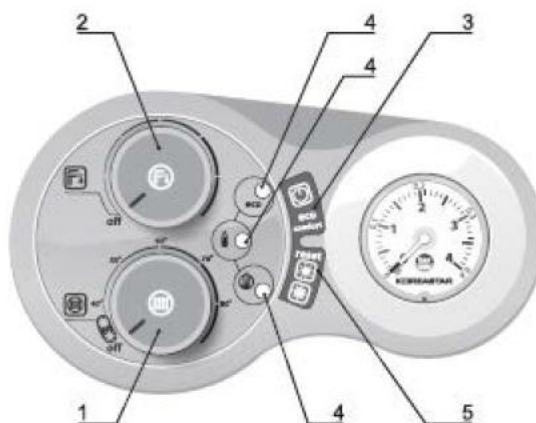

Рис. 3. Общий вид панели управления
- Нажмите кнопку включения (см. рис. 3 поз. 3) и удерживайте ее, пока котел не включится;
Если на панели управления отобразится ошибка (см. разд. 5.3), нажмите кнопку RESET («Сброс») (см. рис. 3 поз. 5) или устраните причины, вызывающие возникновение ошибки. В следующие 30 секунд система повторит цикл розжига.
- Поверните на минимум обе ручки (см. рис. 3, поз. 1 и 2).
- Нажмите и удерживайте в течение 5 секунд кнопку выключения котла  (см. рис. 3 поз. 3);
С помощью ручки регулировки ОВ (см. рис. 3, поз. 1) можно изменить температуру с минимальной 30 °С до максимальной 90 °С. Не рекомендуется настраивать котёл на работу при температуре ниже 45 °С.
С помощью ручки регулировки ГВС (см. рис. 3, поз. 2) можно изменить температуру с минимальной 35 °С до максимальной 55 °С.
В зависимости от положения ручек регулировки ОВ и ГВС (см. рис. 3, поз. 1 и 2) можно выключить котёл, переключить режимы Лето/Зима или отключить ГВС.
Давление в системе ОВ контролируется по показаниям манометра, расположенного на передней панели котла (см. рис. 3).
Некоторые ошибки вызывают выключение котла. В этом случае пользователь должен вручную перезагрузить котел, нажав кнопку «RESET» (Сброс) (см. рис. 3 поз. 5).
Неисправен или некорректно работает электрод розжига-ионизации	<ul style="list-style-type: none"> – Нажмите кнопку «RESET» (Сброс) (см. рис. 3 поз. 5). – Если ошибка повторяется, то обратитесь в сервисный центр.
Неисправен газовый клапан	<ul style="list-style-type: none"> – Нажмите кнопку «RESET» (Сброс) (см. рис.3 поз. 5). – Если ошибка повторяется, то обратитесь в сервисный центр.
Сбой в работе или неисправность платы управления	<ul style="list-style-type: none"> – Нажмите кнопку «RESET» (Сброс) (см. рис. 3 поз. 5). – Если ошибка повторяется, то обратитесь в сервисный центр.
Недостаточная циркуляция воды в системе отопления	<ul style="list-style-type: none"> – Проверьте давление в системе отопления. Давление в системе отопления должно составлять 1,5 бар (150 кПа). – Откройте все запорные краны, препятствующие нормальной циркуляции теплоносителя. – Нажмите кнопку «RESET» (Сброс) (см. рис. 3 поз. 5). – Если ошибка повторяется, то обратитесь в сервисный центр
Неисправность платы управления	<ul style="list-style-type: none"> – Нажмите кнопку «RESET» (Сброс) (см. рис. 3 поз. 5). – Если ошибка повторяется, то обратитесь в сервисный центр.